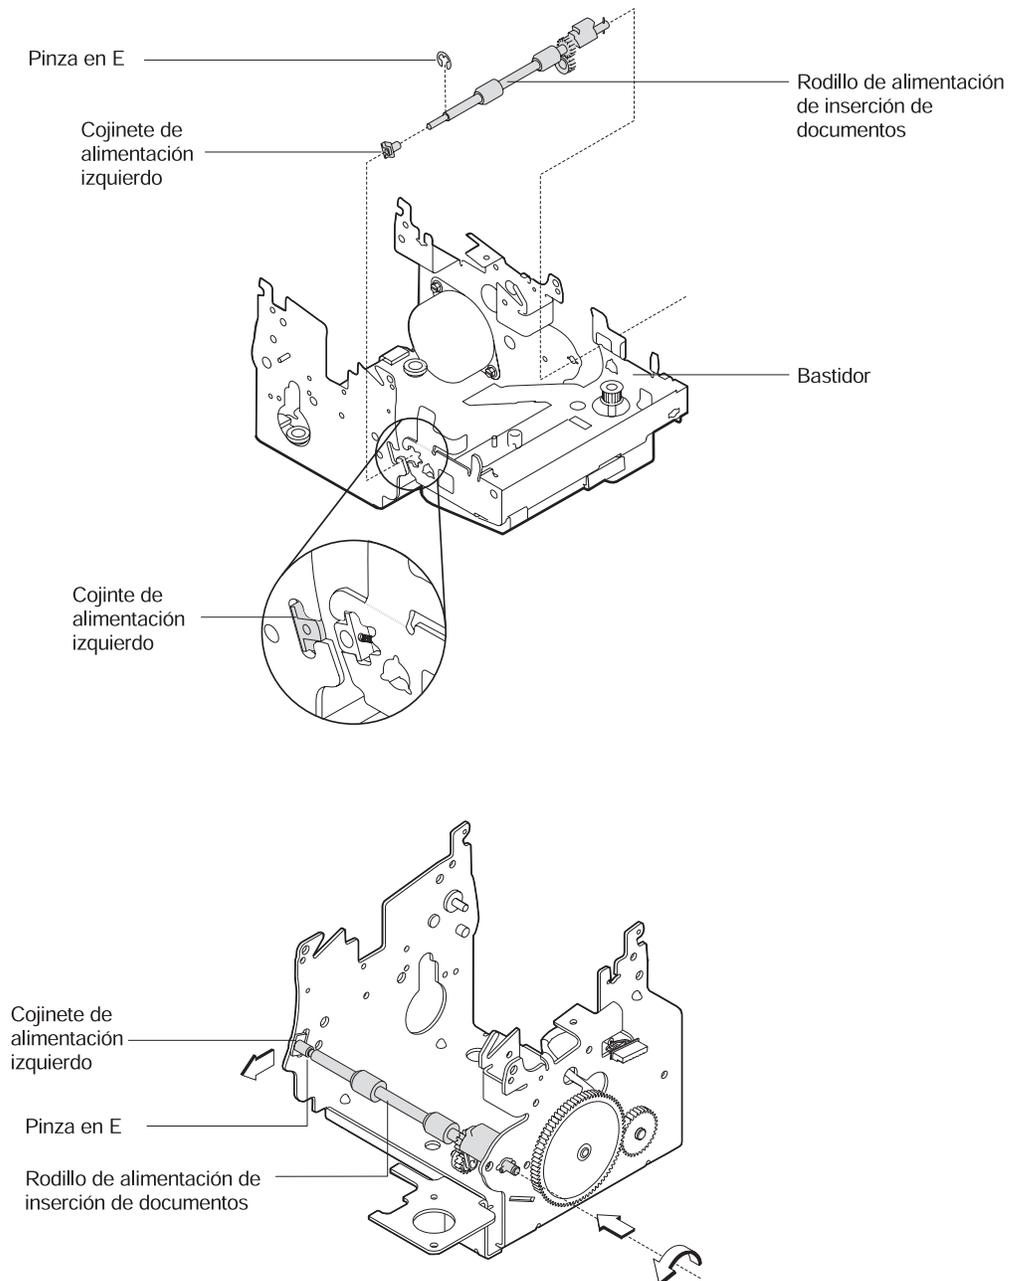

Figura 4-30. Extracción del rodillo de alimentación de inserción de documentos
13. Extraiga la pinza en E del lado izquierdo del rodillo de alimentación de inserción de documentos. Consulte la Figura 4-30 en la página 4-39.